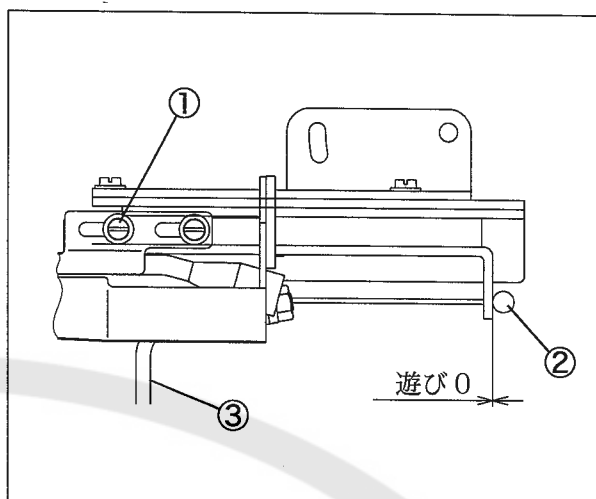

図9
- 吸込管①が最右端のとき、ワイヤ②に遊びをつくらない。(図9参照)
- ワイヤー②、ワイヤー保護パイプ③の通し方で小さな円弧を作らない。